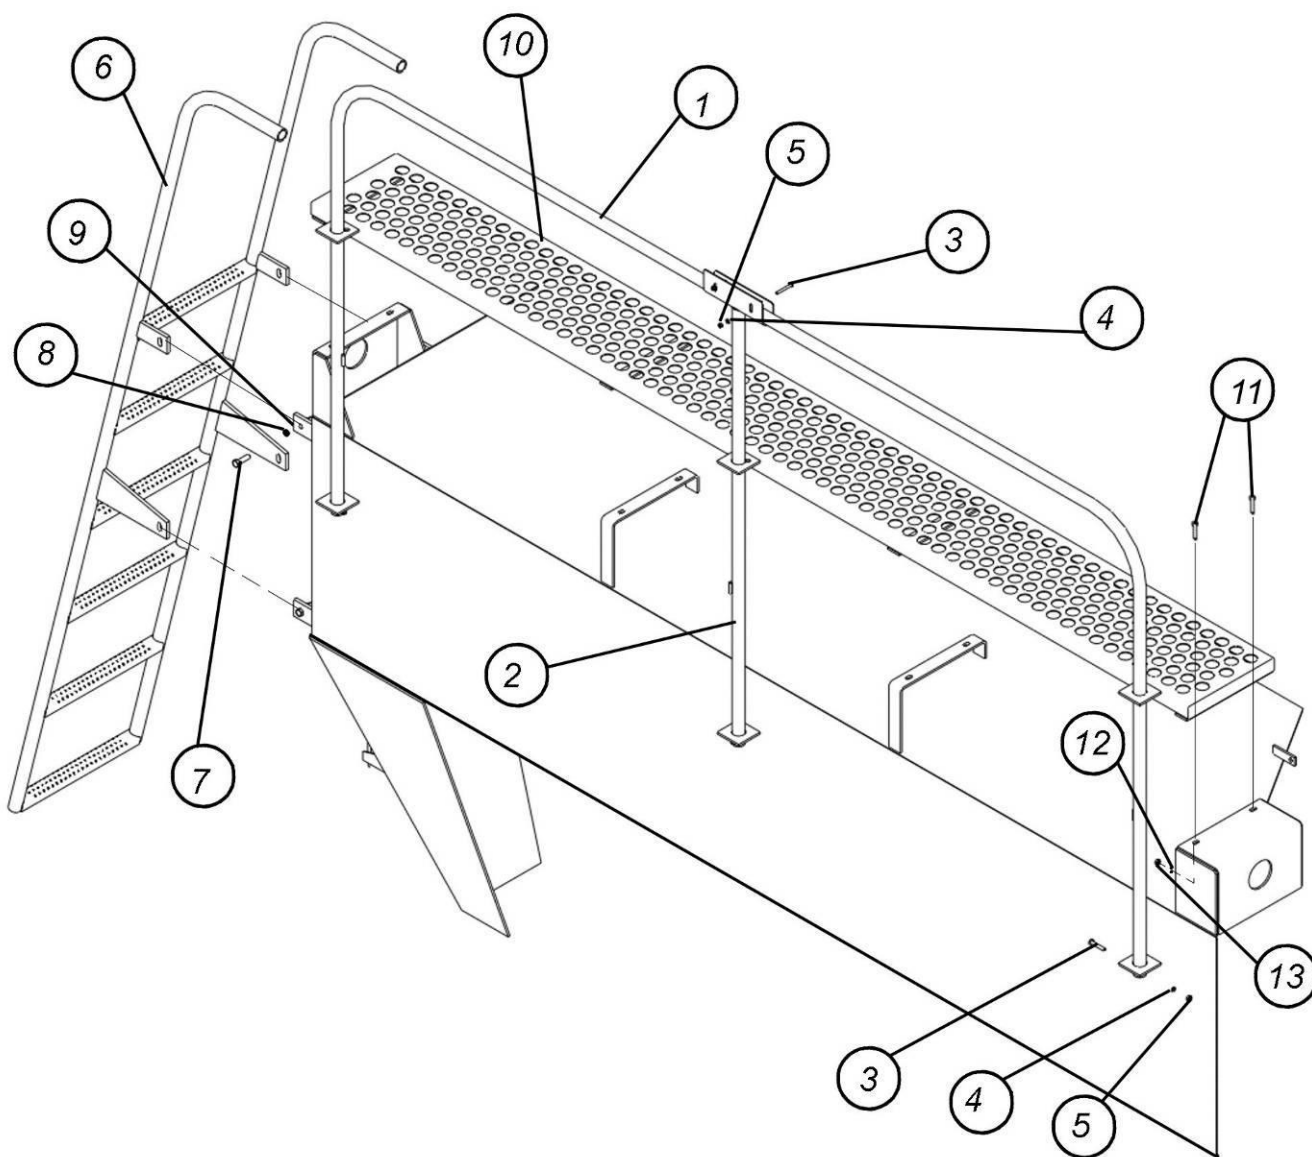

Рис. 7.2.10. Поручни; лестница; площадка
7.2.10. Поручни; лестница; площадка (рис. 7.2.10)